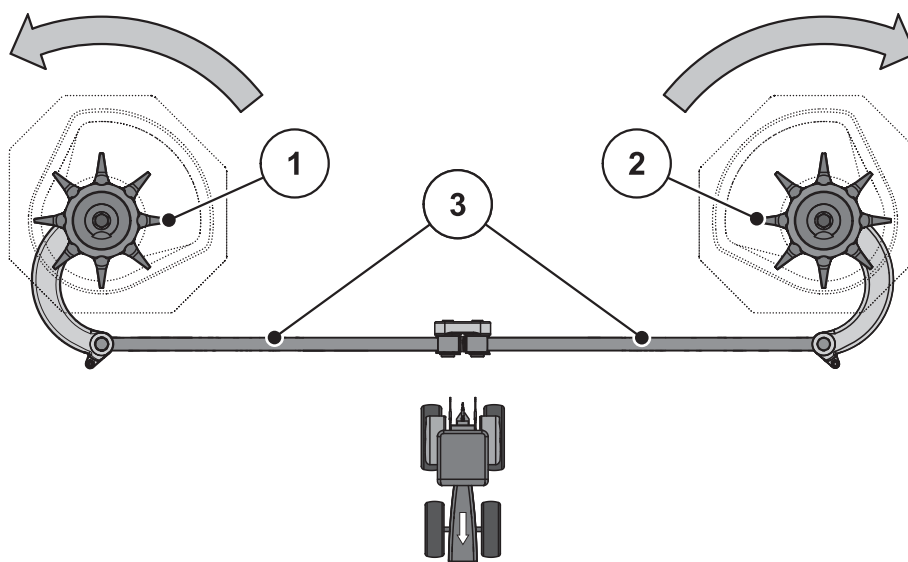

Figure 10.9 : Vérifiez l'entraînement de l'agitateur
2. Tourner la tête d'agitateur à la main **dans le sens de rotation du disque**. Voir figure 10.9.
3. Tourner la tête d'agitateur à la main ou à l'aide d'une sangle pour filtre à huile de manière vigoureuse **dans le sens opposé de rotation du disque**. Voir figure 10.9.